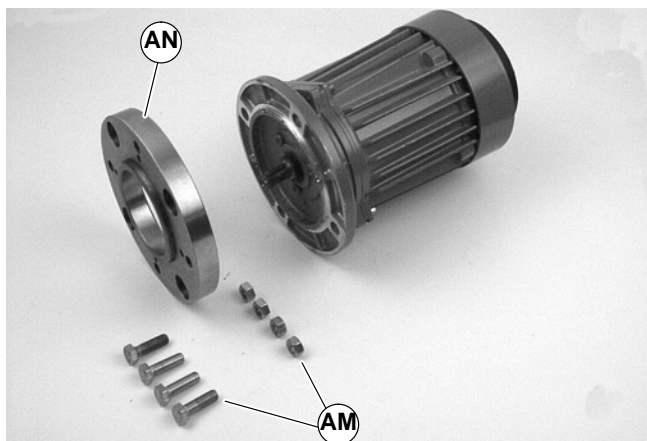

Abbildung 24
4. Vier (4) Schrauben und Muttern entfernen (AM siehe Abbildung 24) entfernen. Adapterflansch (AN) entfernen.